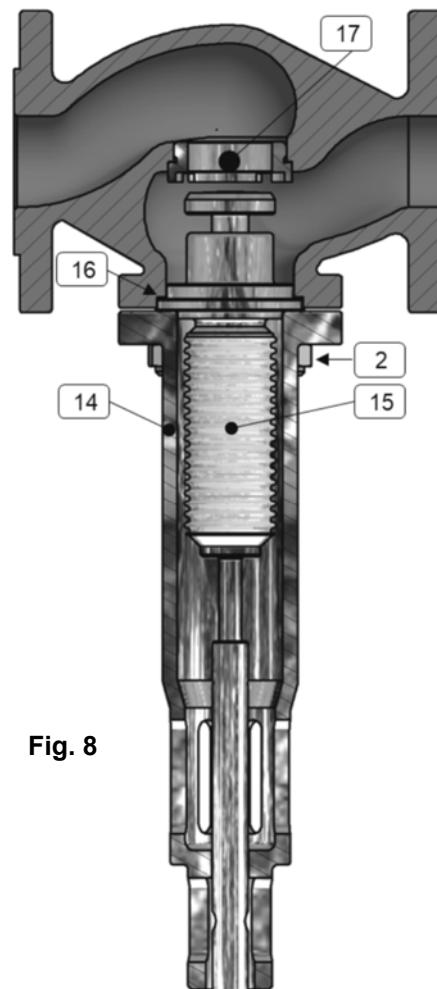

Fig. 8
ATTENTION!!! Le soufflet (Fig.8 Pos.15) d'équilibrage du limiteur et la membrane (Fig.6 Pos.9) de l'actionneur est soumis à l'usure. Ne pas monter le limiteur dans des zones où une possible fuite du fluide de procès, due à la rupture des composants ci-dessus, pourrait causer des dommages aux personnes et / ou aux animaux.
ATTENTION !!! Le soufflet d'équilibrage placé à l'intérieur du limiteur de pression (Fig.8 Pos.15) est conçu pour supporter 10.000 cycles. Toute rupture provoquerait l'échappement du fluide contenu dans le tuyau. Il est conseillé de remplacer périodiquement le soufflet, en fonction de l'utilisation réelle du limiteur de pression. Ne pas monter le limiteur dans des zones où la fuite du fluide de procès, due à la rupture du soufflet, pourrait endommager les choses et / ou les personnes et / ou les animaux.
ATTENTION !!! La membrane à contre-réaction placée à l'intérieur du limiteur de pression (Fig.8 Pos.15) est conçue pour supporter 10.000 cycles. Toute rupture provoquerait l'échappement du fluide contenu dans le tuyau. Il est conseillé de remplacer périodiquement la membrane, en fonction de l'utilisation réelle du limiteur de pression. Ne pas monter le limiteur dans des zones où la fuite du fluide de procès, due à la rupture de la membrane, pourrait endommager les choses et / ou les personnes et / ou les animaux.
- ♦ dévisser les écrous "2" Fig.8 et extraire le chapeau "14"